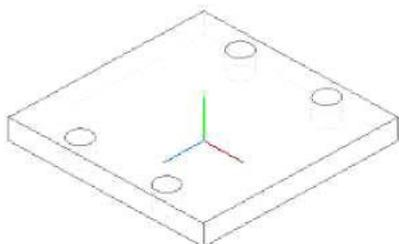

Рис. 7.26
2. Для создания остальных трех отверстий воспользуемся командой  Массив по сетке с параметрами: Количество по первой оси - 2, Шаг - 40; Количество по второй оси - 2, Шаг - 74; Угол раствора - (-90°) (рис. 7.26).